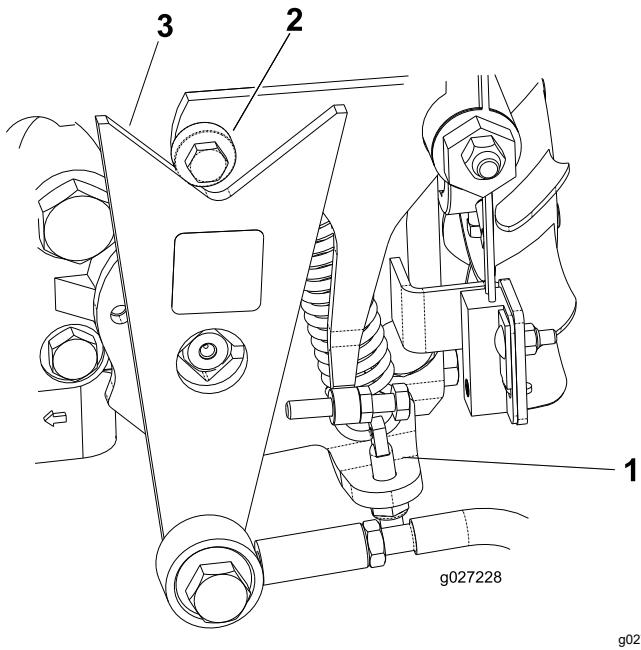

Figura 43
- Se le ruote girano nella direzione corretta, spegnete il motore e regolate il dado di bloccaggio del perno di regolazione della molla (Figura 43). Regolate la posizione per la folle; fate riferimento a Regolazione della trazione per la folle \(pagina 36\).